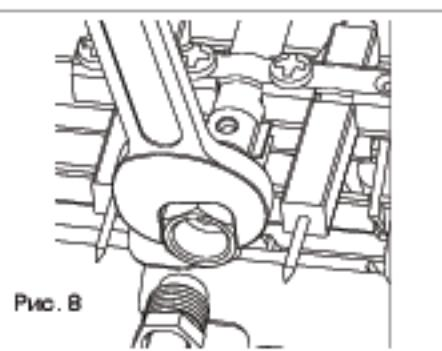

Рис.8
- установить форсунку запальной горелки с новой прокладкой из комплекта для перехода на сжиженный газ (рис.8).